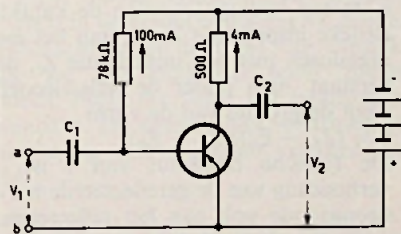

Fig.14
d. Men schakelt deze transistor als in fig. 14. Tussen de punten a en b wordt een signaalbron aangesloten, die tussen deze punten een signaalspanning van 10 mV levert. Bereken de versterkte signaalspanning V_2 . (De impedantie van C_1 en C_2 mag worden verwaarloosd).
d. In fig. 14 is de gelijkspanning tussen collector en emitter 8 volt — 4 mA \times 500 $\Omega = 6$ volt. De basisstroom is 100 μA . We kunnen dus de h-parameters gebruiken die in het vorige onderdeel van dit vraagstuk zijn berekend. De wisselspanning tussen basis en emitter, V_{BE} , is nu 10 mV. Als vergelijkingen voor de onbekende grootheden V_{CE} , I_C en I_B hebben we nu de beide vergelijkingen uit onderdeel c van deze opgave en tevens het verband tussen collectorwisselspanning en collectorwisselstroom $V_{CE} = -I_C \cdot R_C$ (R_C is de weerstand van 500 Ω in de collectorleiding). Door eliminatie van I_B en I_C uit de drie genoemde vergelijkingen vinden we voor de collectorwisselspanning